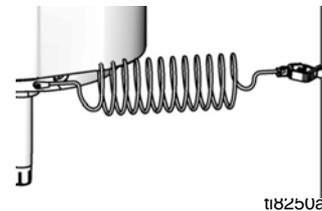

FIG. 5
**Pompe :** utiliser le câble de terre et la pince fournis avec l'équipement. Raccorder l'autre extrémité du câble à une vraie terre. Voir FIG. 5.